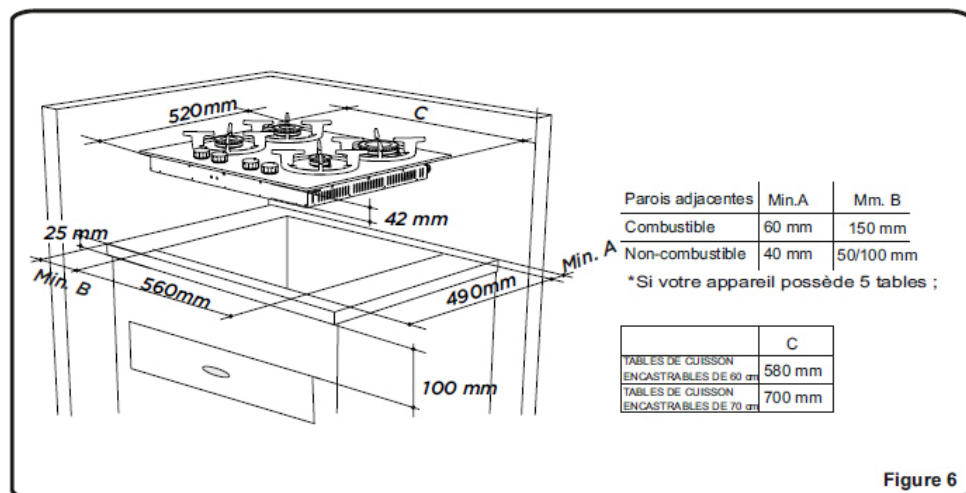

Figure 6
- Découpez les dimensions des ouvertures tel qu'indiqué à la figure 6. Localisez les ouvertures sur le plan de travail de sorte qu'à la fin de l'installation de la table, les exigences suivantes soient satisfaites :